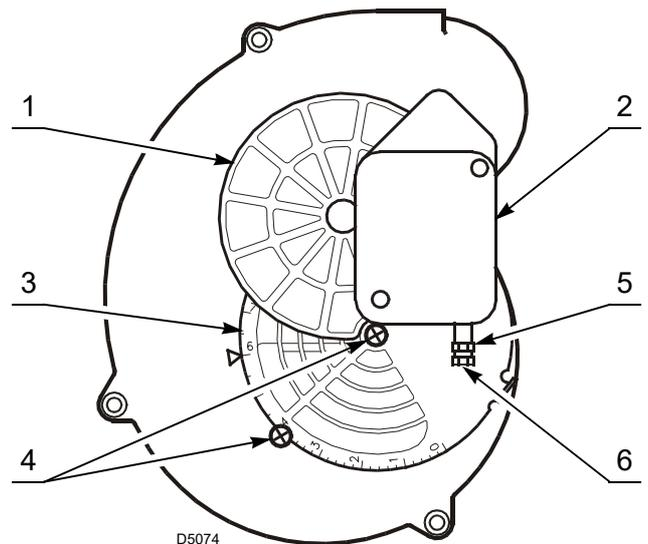

Fig. 14
- El registro móvil 1)(Fig. 14), accionado por el motor 2), garantiza la apertura completa de la boca de aspiración.
El registro sale de fábrica regulado en posición 6, como se indica en la Fig. 14.